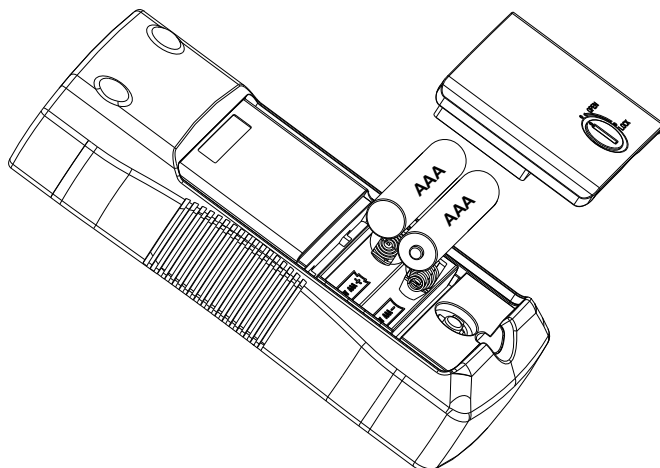

Figura 5.2: Substituir as pilhas do transmissor
4. Substitua as pilhas, conforme ilustrado na Figura 5.2. Verifique a polaridade das pilhas ilustrada no compartimento das pilhas.